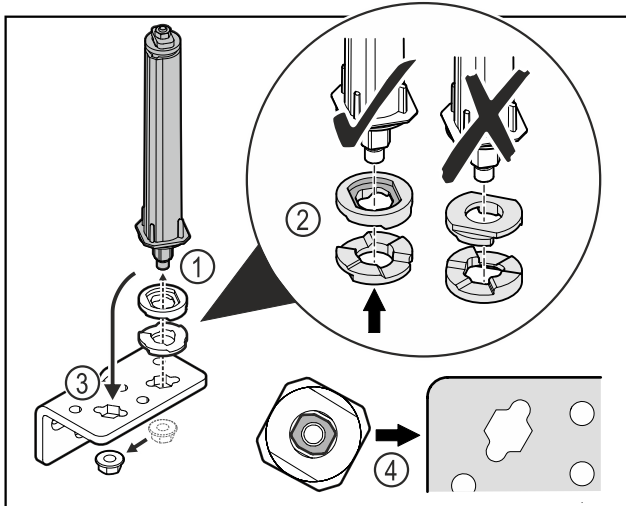

Fig. 38
- ▶ 松开螺母，并移除关门系统 Fig. 38 (1)。
- ▶ 确保高度调整垫片正确对齐 Fig. 38 (2)。
- ▶ 调换合页角铁中的关门系统并用螺母固定 Fig. 38 (3)。
- ▶ 装入时，确保关门系统正确对齐 Fig. 38 (4)。